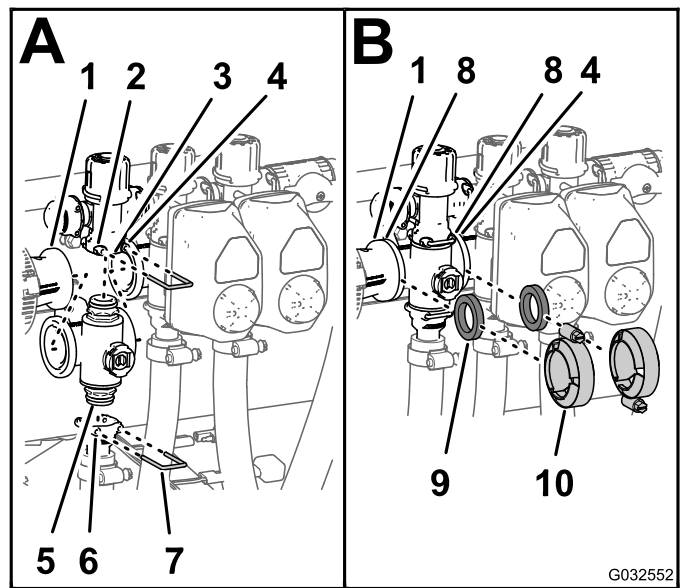

Figura 110
1. Inserite il raccordo del tappo terminale superiore della valvola del collettore nel raccordo di bypass (A di Figura 110).
2. Fissate il raccordo del tappo terminale al raccordo di bypass inserendo un fermo nella presa del raccordo di bypass (A di Figura 110).
3. Montate il raccordo di uscita sul raccordo del tappo terminale interiore della valvola del collettore (A di Figura 110).
4. Fissate il raccordo del tappo terminale al raccordo di uscita inserendo un fermo nella presa del raccordo di uscita (A di Figura 110).
5. Allineate guarnizione tra le flange del giunto del riduttore e il collettore della valvola di sezione (B di Figura 110).
6. Montate il giunto del riduttore, la guarnizione e il collettore della valvola di sezione con un morsetto serrato manualmente (B di Figura 110).
7. Se state montando le 2 valvole di sezione di sinistra, allineate una guarnizione tra le flange dei 2 collettori delle valvole di sezione adiacenti (B di Figura 110).
8. Montate i 2 collettori delle valvole di sezione adiacenti e la guarnizione con un morsetto serrato manualmente (B di Figura 110).